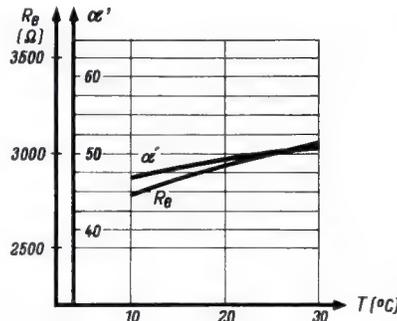
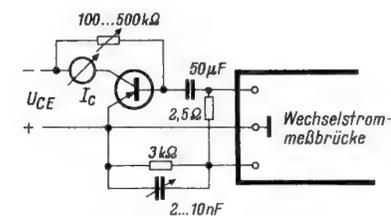

Bild 6. Änderung der Stromverstärkung und des Eingangswiderstandes mit der Temperatur
Bild 5. Messung des Eingangswiderstandes mit der Wechselstrommeßbrücke
Um die Abhängigkeit der wichtigsten Parameter zu ermitteln, wurden α' und R_e nach Bild 3 und Bild 5 gemessen. Die Brückenspeisespannung der Wechselstrommeßbrücke in Bild 5 wurde durch Belastung mit 2,5 Ω auf 10 mV herabgesetzt, um eine Übersteuerung des Transistors zu verhindern. Der Transistor wurde bei diesen Messungen in einem Gefäß mit destilliertem Wasser untergebracht. So war es möglich, die Temperatur genau zu messen und konstant zu halten. Durch Mischen mit kälterem oder wärmerem Wasser läßt sich jede gewünschte Temperatur im interessierenden Bereich einstellen. Bild 6 zeigt das Ergebnis: Beide Parameter werden mit der Temperatur größer. Da aber α' stärker zunimmt als R_e^1 , steigt auch die Stufenverstärkung
1) Die Nullpunkte der beiden Kurven in Bild 6 liegen verschieden hoch, dadurch verläuft im Bild die Kurve für α' flacher!